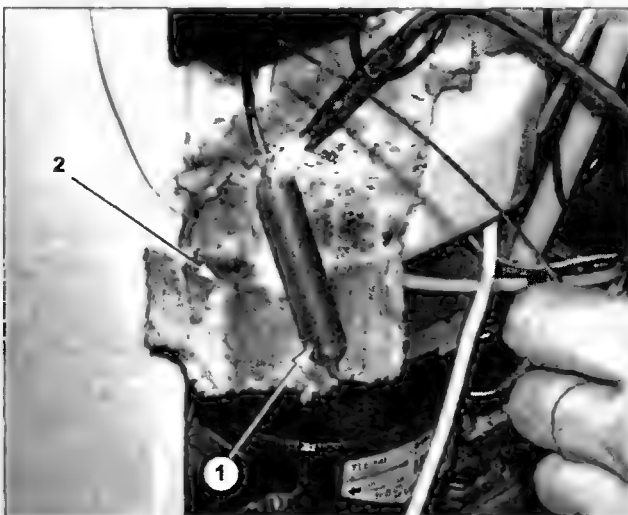

Рис. 2.7.6
- после устранения утечек заменяют фильтр-осушитель 1 (рис. 2.7.6). При работе с газовой горелкой, во избежание повреждения узлов и элементов холодильника (вследствие